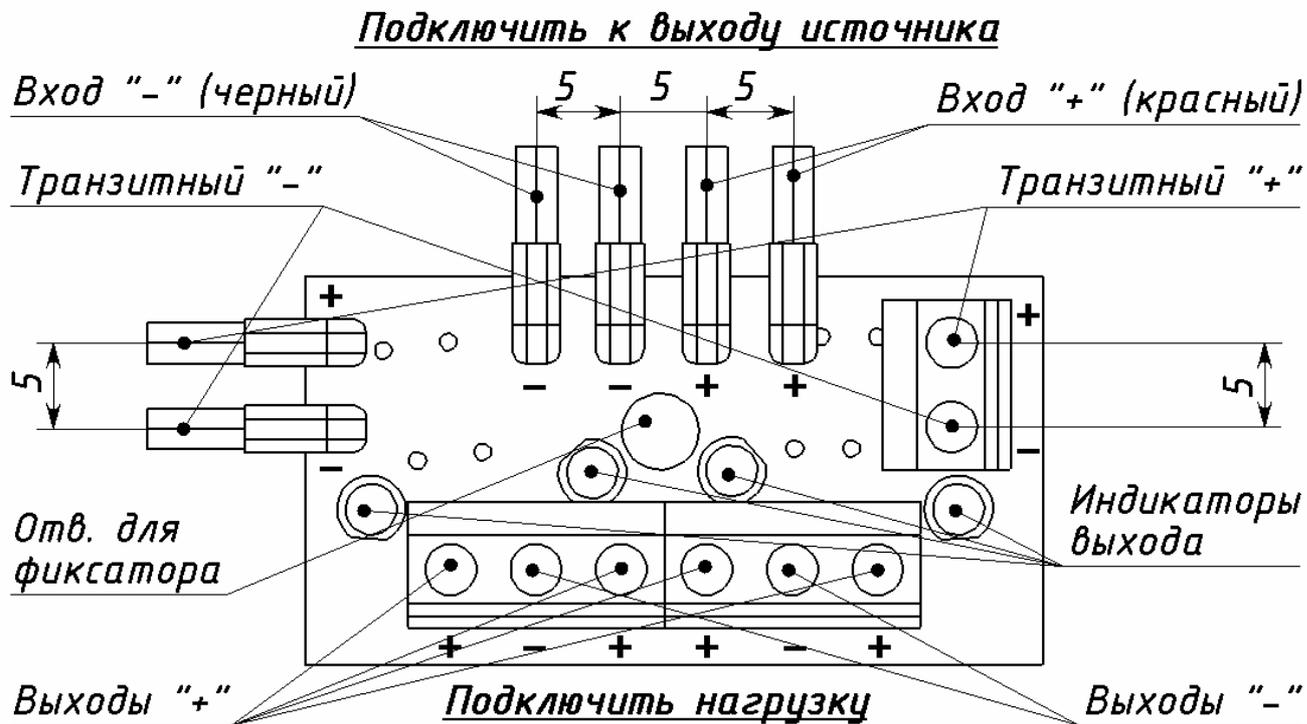

Рисунок 3. Внешний вид расширителя и назначение его узлов
3.1 Расширитель типа РХ-40, РХ-22 состоит из разъемов, восстанавливаемых предохранителей, супрессора и светодиодных индикаторов, объединенных конструктивно на одной печатной плате. Внешний вид расширителя и назначение его узлов приведено на рис. 3.